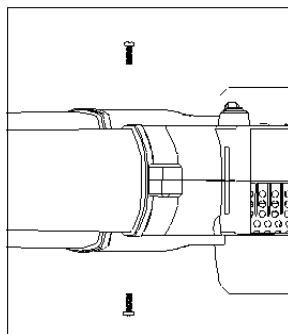

Fig. 6
2. Retirez les deux vis qui se trouvent dans le sac du manuel, l'utilisateur doit assembler les vis (ST4 x 14) jusqu'à ce qu'elles soient bien connectées. Voir la figure 6.